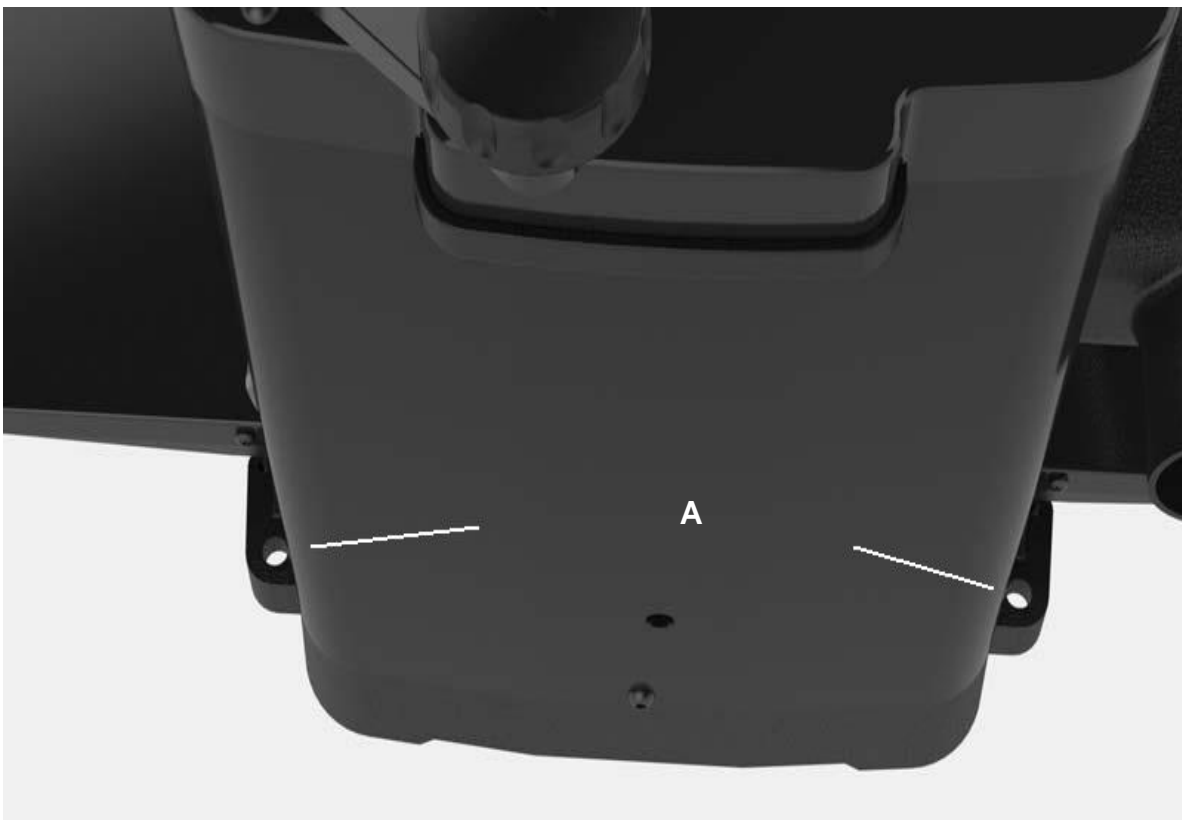

ABB. 3
Wenn die Hobelmaschine beim Betrieb zum Umkippen, Rutschen oder „Wandern“ neigt, MUSS sie auf einer Werkbank oder einem Tisch befestigt werden. Dazu sind vier Löcher vorgesehen, zwei davon sind in Abb. (A) zu sehen. Die Fläche, auf der Sie die Hobelmaschine montieren, sollte vollkommen eben sein. Siehe Abb. 3.